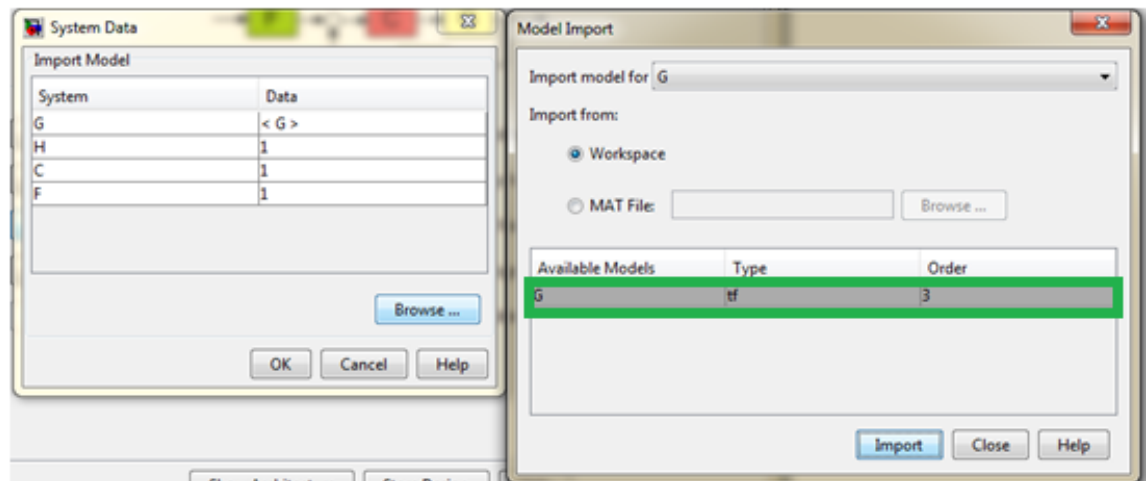

Figura 15. Esquema para importar función de transferencia Posición al bloque G.
- En la ventana *Model Import* escoja la opción *Workspace*, donde se encuentra la función G recuadro verde Figura 15, que se genera al compilar el archivo *Sintonizarposicion.m* escoja G, de click en importar y luego en cerrar, así se cerrara la ventana *Model Import*.